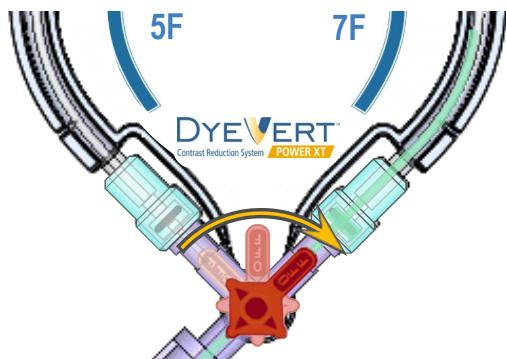

Figure 2 – Amorçage du circuit de dérivation du côté opposé
- 6) Réglér le *robinet de sélection de la valve* sur l'autre position de la valve. (Voir Figure 2)